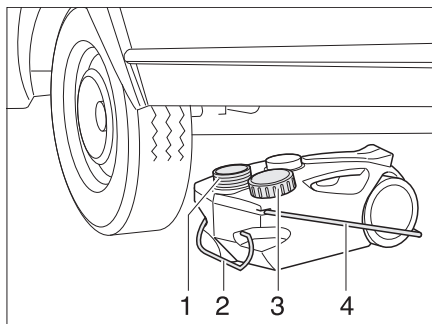

Bild 154 Avloppstank, mobil
- Stäng avloppstankens öppning (Bild 154,1) med locket (Bild 154,3).
- Dra ut avloppstanken i handtaget (Bild 154,2).
- Fäll upp bärhandtaget (Bild 154,4) ställ upp avloppstanken.